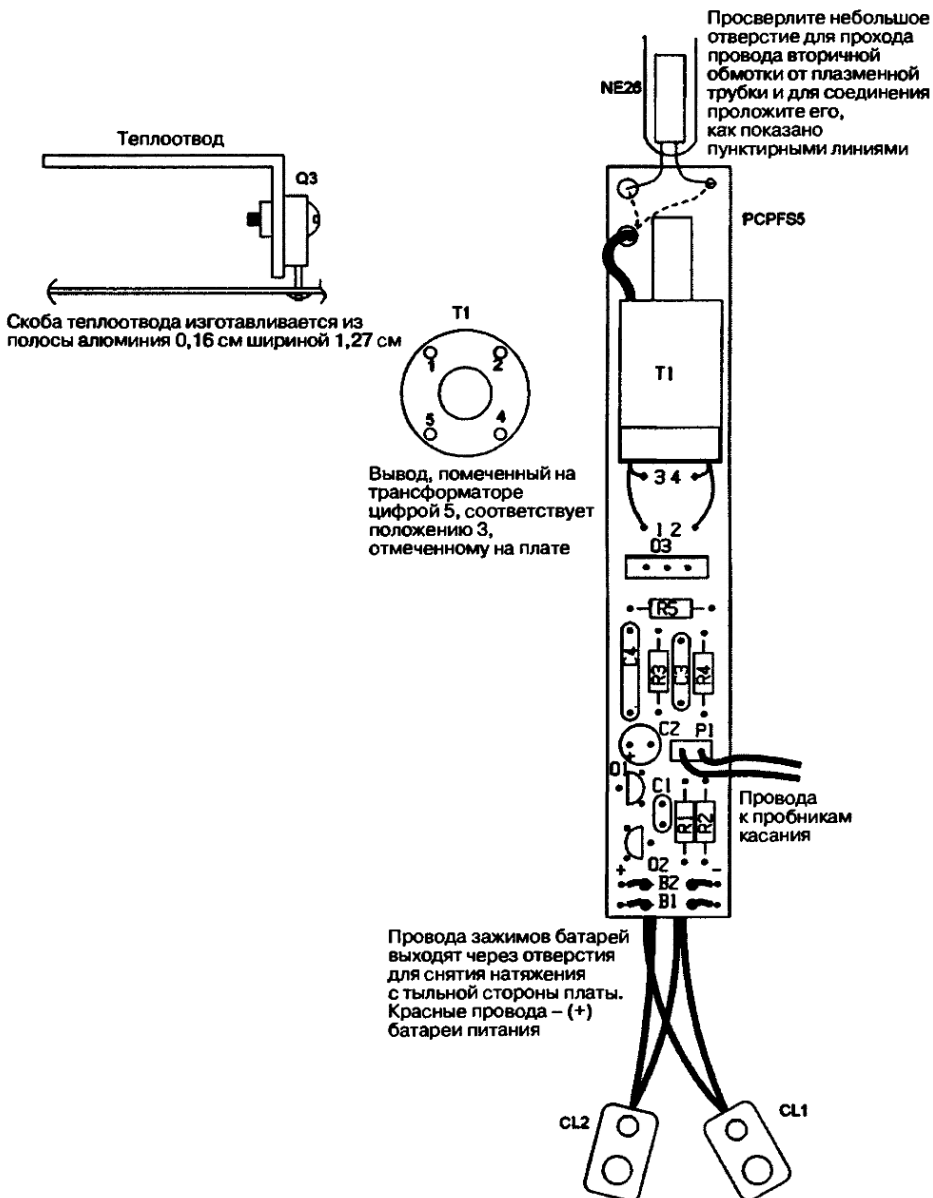

Рис. 21.4. Размещение компонентов на плате
- Идентифицируйте между собой выводы на основании трансформатора T1 и на плате, как показано на рис. 21.4.
- Вставьте компоненты в печатную плату PCBF5 (см. рис. 21.4). Имейте в виду, что у вас должно оставаться по меньшей мере 0,32–0,64 см выводов между компонентами и поверхностью платы. Также обратите внимание